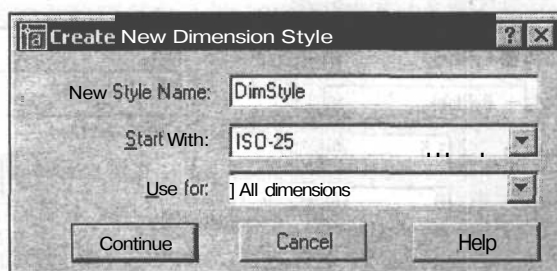

Рис. 10.2. Диалоговое окно создания нового размерного стиля
2. В диалоговом окне **Create New Dimension Style** (Создание нового размерного стиля) (рис. 10.2) заполните поля: